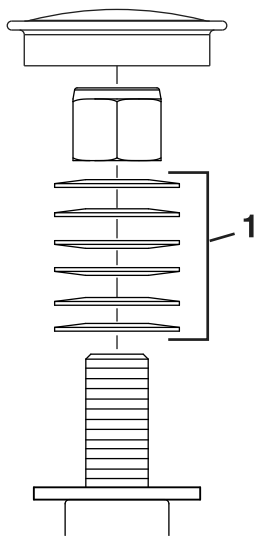

Figura 53
3. Retire el tapón guardapolvo de la rueda giratoria y apriete la contratuerca (Figura 53).
4. Apriete la contratuerca hasta que las arandelas elásticas estén planas, luego afloje la contratuerca $\frac{1}{4}$ de vuelta para establecer la pre-carga correcta de los cojinetes (Figura 53).
- Importante:** Asegúrese de que las arandelas elásticas están correctamente instaladas, como se muestra en la Figura 53.
5. Coloque el tapón guardapolvo (Figura 53).